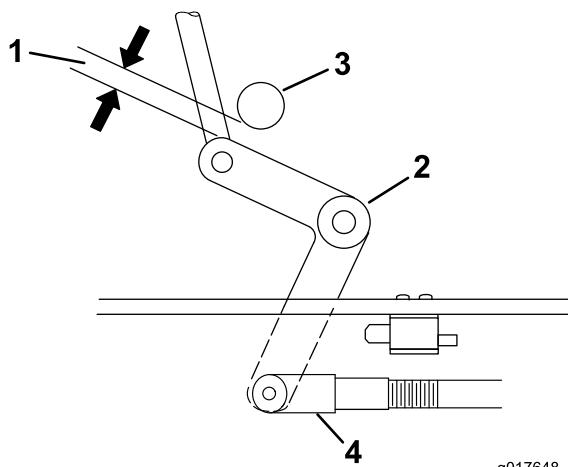

Figura 48
9. Afloje la tuerca de la horquilla (Figura 48).